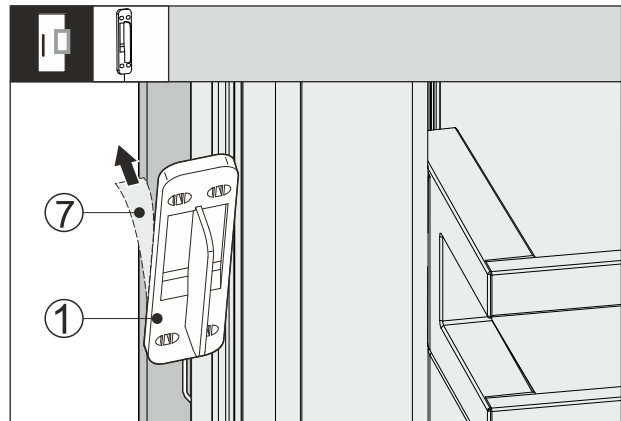

Fig. 65
- Schutzfolie Fig. 65 (7) auf der Rückseite des Klopfensors Fig. 65 (1) abziehen.